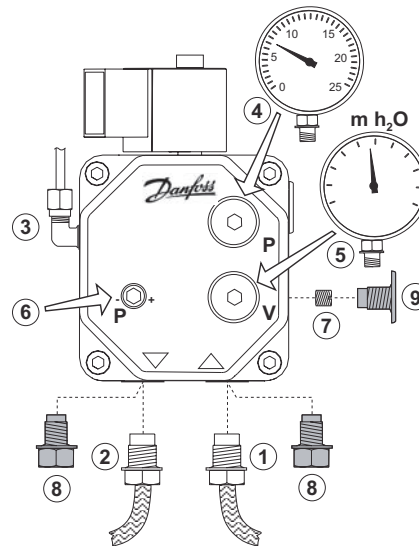

fig. 4b - Bomba Danfoss
Con bomba DANFOSS (fig. 4b) - Desenrosque el tapón (9), quite el tornillo de baipás (7) y coloque otra vez el tapón (9). Conecte solo el flexible de aspiración al racor de entrada (1). Desenrosque el tapón (8) del racor de retorno (2) y cierre el racor de la bomba con un tapón adecuado.